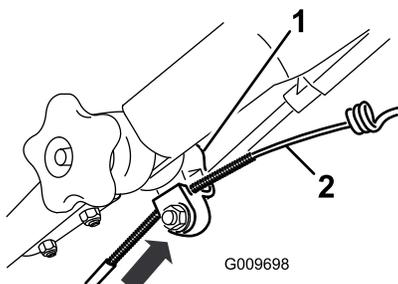

**Figura 43**
3. Tirate verso il basso la guaina del cavo fino ad eliminare l'imbandito del cavo esposto (Figura 43).